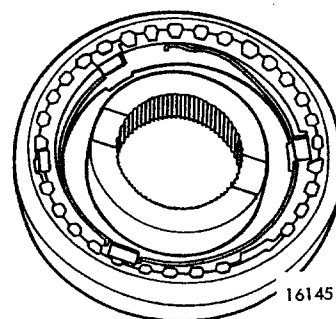

Fig 07–36. Hopsatt synkronisering
2. Pressa navet på axeln, se fig 07–34. Kontrollera att konans klackar går in i navet. Montera den låsring som ger det minsta spelet eftersom låsringen finns i olika dimensioner.